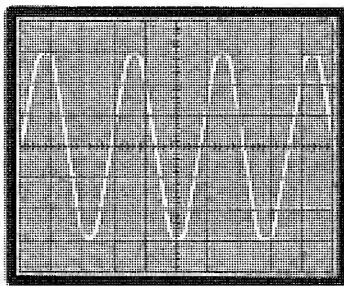

Fig.3 Per tracciare la banda passante di un amplificatore dovrete partire con una frequenza di 1.000 Hz ed un segnale che copra 6 quadranti.
**Fig.1** Per tracciare la Banda Passante di un qualsiasi amplificatore di BF, dovrete applicare sulla sua uscita una SONTA di CARICO da 8 o da 4 ohm e collegare ad essa un oscilloscopio. Da un Generatore di BF preleverete un segnale a 1.000 Hz, poi regolerete l'ampiezza del segnale d'uscita in modo da ottenere sull'oscilloscopio un'onda sinusoidale alta 6 quadretti (vedi fig.3).